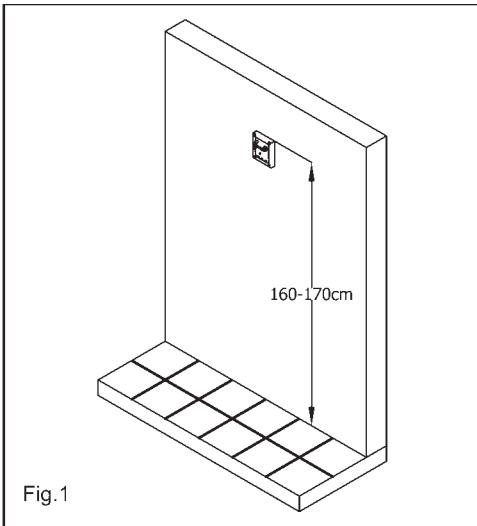
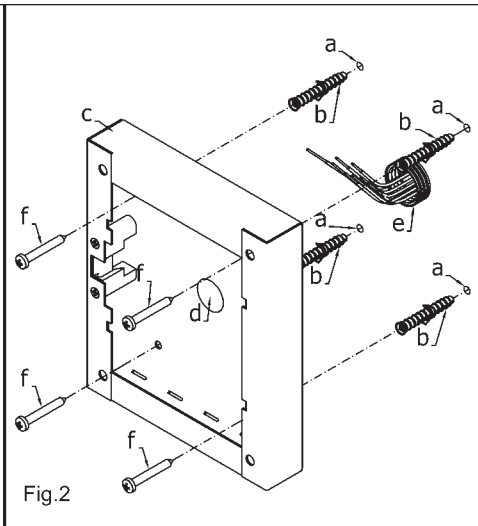

Fig.1
Fig.2
1. Appoggiare la scatola da superficie alla parete lasciando circa 165-170cm tra la parte alta della scatola ed il terreno come mostrato in figura 1 quindi prendere i riferimenti per i fori di fissaggio tenendo presente che il gruppo di fili **e** (fig.2) deve passare attraverso l'apertura **d** presente sulla scatola da superficie. Se non indicato, il verso di montaggio della scatola deve essere tale da far rimanere la cerniera sulla sinistra;
1. Dopo aver opportunamente protetto i fori di fissaggio per il supporto moduli, murare la scatola da incasso ad una altezza tale da avere circa 165-170cm tra la parte alta della scatola e il terreno avendo cura di far passare il gruppo di fili **e** (fig.2) attraverso uno dei fori precedentemente aperti sul fondo della scatola. Se non indicato sul fondo della scatola, il verso di muratura deve essere tale da lasciare la cerniera sulla sinistra. Fare attenzione affinché la scatola sia murata a filo muro finito;
1. Place the surface box against the wall (165-170cm between the top of the box and the floor level as show in figure 1) and mark the fixing holes for the wall plugs and hole for the cables **e** (fig.2). Observe the orientation of the box with the hinge on the left;
2. As shown on figure 2, drill the fixing holes **a**, insert the wall plugs **b** and feed the cables **e** through the surface box opening **d**, fix surface box **c** to the wall using the screws **f**;
1. Protect the module support frame fixing holes from dust then embed the back box into the wall (165-170cm between the top of the box and the floor level as shown on the figure 1) feeding the cables **e** (fig.2) through a previous opened hole in the box. **Observe the direction of the box ensuring the hinge is on the left and take care that the box profile is in line with the finished wall profile;**